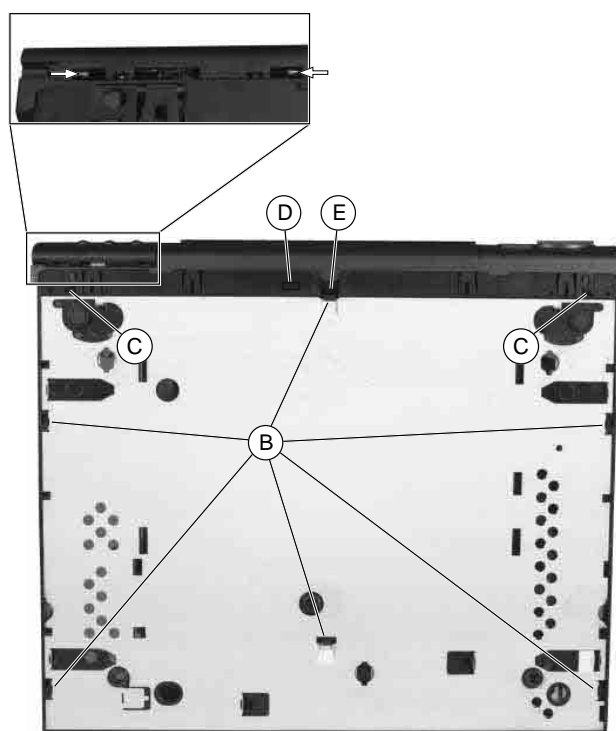

Fig. 2
- Déverrouiller les ergots (B) (Fig. 2) et retirer le blindage inférieur.
- Sur les appareils de 32cm, défaire les crochets (C)/(D)/(F) (Fig. 2 / 3) et retirer la façade.
- Sur les appareils de 38cm, défaire les crochets (C)/(E)/(F) (Fig. 2 / 3) et retirer la façade.
- Pousser les 2 goujons de charnière dans le sens des flèches (Fig. 2).
- Release the locking lugs (B) (Fig. 2) and remove the bottom panel.
- On VCRs having a width of 32cm release the catches (C)/(D)/(F) (Fig. 2 / 3) and remove the front panel.
- On VCRs having a width of 38cm release the catches (C)/(E)/(F) (Fig. 2 / 3) and remove the front panel.
- Push the 2 hinge pins in the direction of the arrows (Fig. 2).